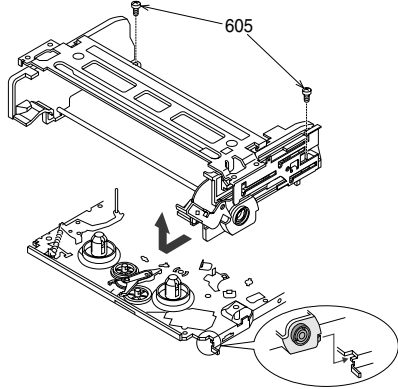

Fig. 3
- 2 Schrauben Pos. 605 herausdrehen (Fig. 3).
- Cassettenschacht in Pfeilrichtung (Fig. 3) schieben und abnehmen.